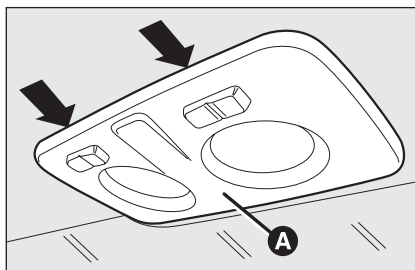
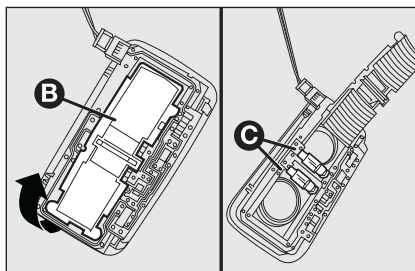

fig. 29
fig. 30
- agir sur les points indiqués par les flèches et enlever le plafonnier **A - fig. 29** ;
- ouvrir le volet de protection **B - fig. 30** ;
- refermer le volet **B - fig. 30** et fixer le plafonnier **A - fig. 29** dans son logement en vérifiant qu'il soit bien bloqué.